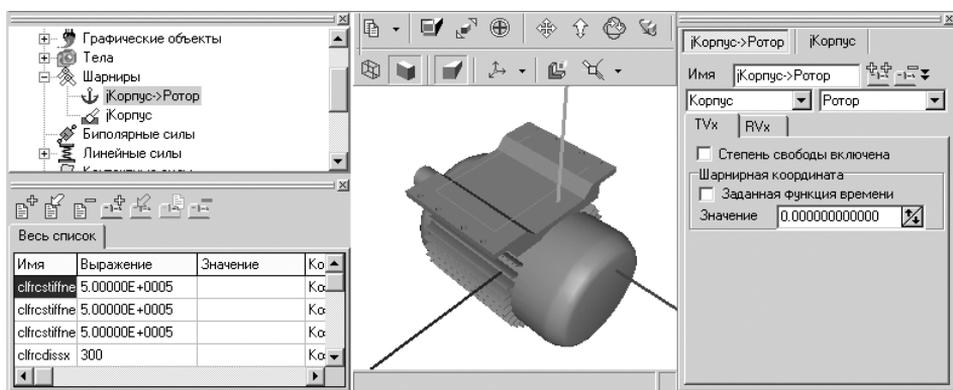

Рис. 2.117. Окно **Инспектор** после выделения в **Дереве элементов** шарнира **Корпус->Ротор**
- щелкните в раскрытом списке шарниров по шарниру **Корпус->Ротор**. Появится соответствующее окно **Инспектор**, см. рис. 2.117;